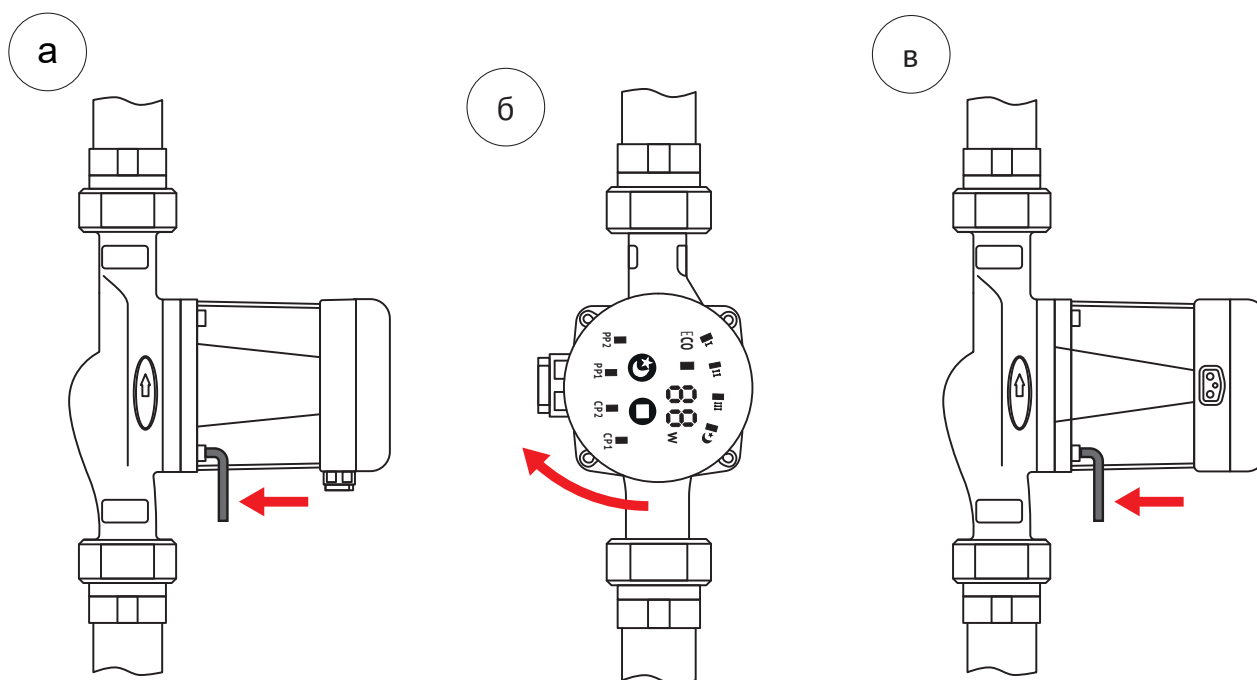

рис. 4
2. С помощью шестигранного ключа открутите четыре винта, которые крепят корпус электродвигателя (рис. 4а).
3. Поверните корпус в нужное направление (положение) таким образом, чтобы совпали крепёжные отверстия (рис. 4б).
4. Установите винты в отверстия и затяните в перекрёстном направлении (рис. 4в).